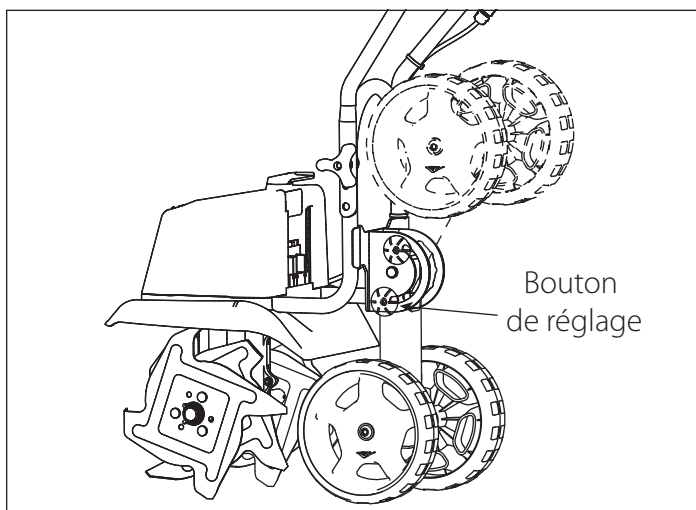

Figure 6
5. Pour régler la hauteur des roues, tenir le bouton de réglage enfoncé jusqu'à obtenir la hauteur souhaitée, puis relâcher le bouton. **VOIR FIGURE 6**